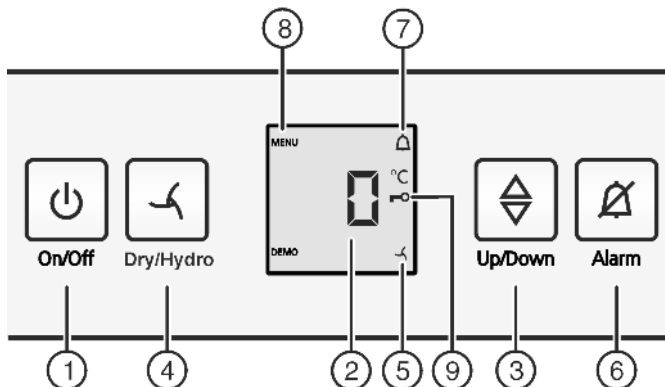

Fig. 2
- ▶ Pritisnite tipku za On/Off Fig. 2 (1).
- ▶ Aktiviranje načina namještanja: Pritišćite tipku Dry/Hydro Fig. 2 (4) oko 6 sekundi.
- ▷ Simbol za izbornik Fig. 2 (8) svijetli.
- ▶ Za potvrdu kratko pritisnite tipku Dry/Hydro Fig. 2 (4).
- ▶ Da biste uključili osiguranje za djecu, kratko pritisnite tipku Dry/Hydro Fig. 2 (4).
- ▷ Simbol za osiguranje za djecu Fig. 2 (9) svijetli. Na indikatoru treperi **c!**.
- ▶ Da biste isključili osiguranje za djecu, kratko pritisnite tipku Dry/Hydro Fig. 2 (4).
- ▷ Simbol za osiguranje za djecu Fig. 2 (9) se ugasi. Na indikatoru treperi **c!**.
- ▶ Deaktiviranje modusa za podešavanje: Pritisnite tipku za On/Off Fig. 2 (1).
- ▶ Pritisnite tipku za alarm Fig. 2 (6).